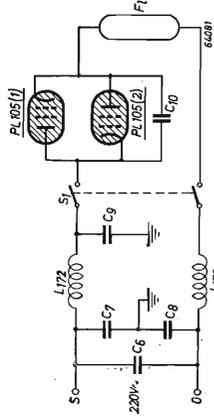

Fig. 7 - Filtro per la soppressione delle interferenze con le stazioni della radiodiffusione.
L'interferenza può prodursi in due modi e cioè per trasmissione attraverso la linea e per radiazione del dispositivo di spegnimento delle lampade fluorescenti. La prima di queste cause è la più importante e viene soppressa con la massima efficacia mediante il filtro illustrato in fig. 7. A questo filtro si deve aggiungere un condensatore da 0,01  $\mu F$  in parallelo ai thyatrons. Il filtro sarà preferibilmente montato entro la medesima cassetta che contiene il di-
- L172, L173 (fig. 7) — Induttanza circa 600  $\mu H$ :